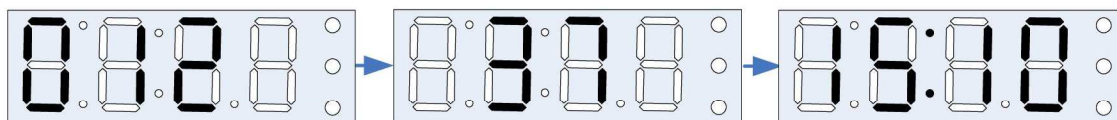

Рис. 19
2.4.1 Для вывода на индикатор уровня зарядки аккумуляторной батареи в процентах, текущего времени и номера сигнализатора, в режиме «Ожидание СОД» необходимо нажать кнопку «Питание», на время не менее 2-х, но не более 4-х секунд. Для примера на Рис. 19 отображено: номер сигнализатора 012, уровень заряда – 37%, время – 15 часов 10 минут.